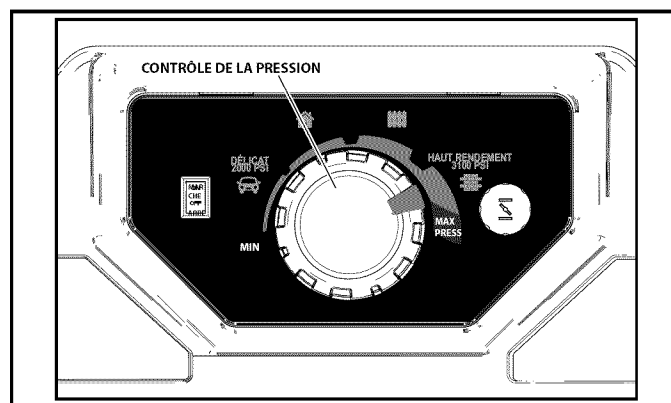

Figure 4-19. Jauge de pression
2. Tournez la jauge de pression de manière à ce qu'elle corresponde à ce que vous souhaitez laver (Figure 4-19).